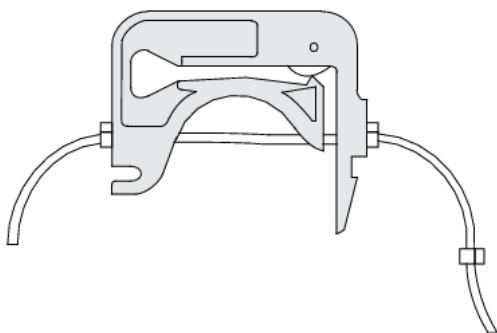

图 1 蠕动泵卡夹
- 2 取一根蠕动泵管，连接管线接头，并将其固定到卡夹上。确保管夹正确嵌入，见第 1 页图 1。